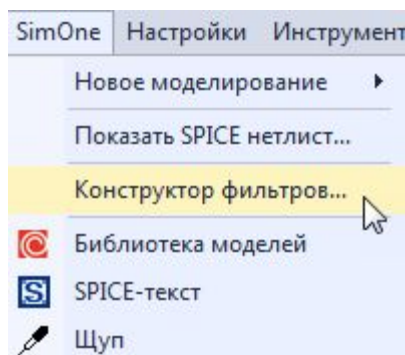

Рис. 148 Вызов конструктора фильтров из главного меню
- Через главное меню → «SimOne» → «Конструктор фильтров...», см. Рис. 148.